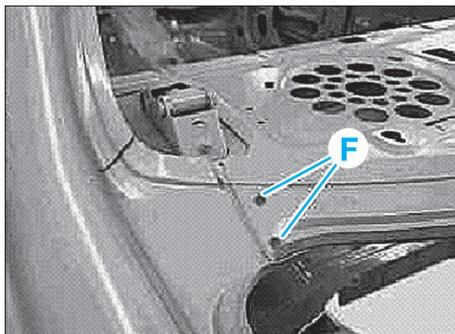

FIG. 82
- Percer Ø 7mm l'aile AR neuve zone (F) (Fig.82).